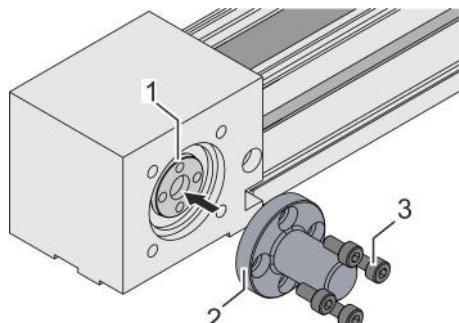

Fig. 31: Montar el eje de accionamiento
1. → Coloque el eje de accionamiento (Fig. 31/2) sobre el eje de la correa dentada (Fig. 31/1).
2. → Apriete 4 tornillos (Fig. 31/3) en cruz por etapas: